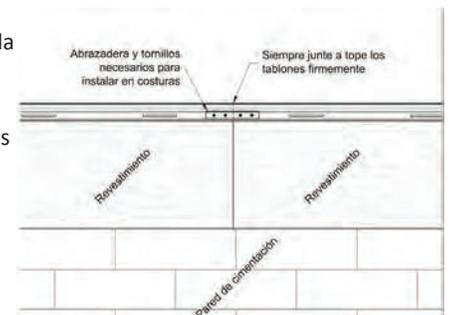

Figura 7
- La instalación adecuada de las abrazaderas de costura garantiza que todos los tablones de una hilera estén unidos de forma segura y puedan expandirse y contraerse libremente como una sola unidad dentro de la moldura con bolsillo (Figura 7).
- Junte los tablonces firmemente en las costuras antes de instalar la abrazadera de costura (Figura 7).